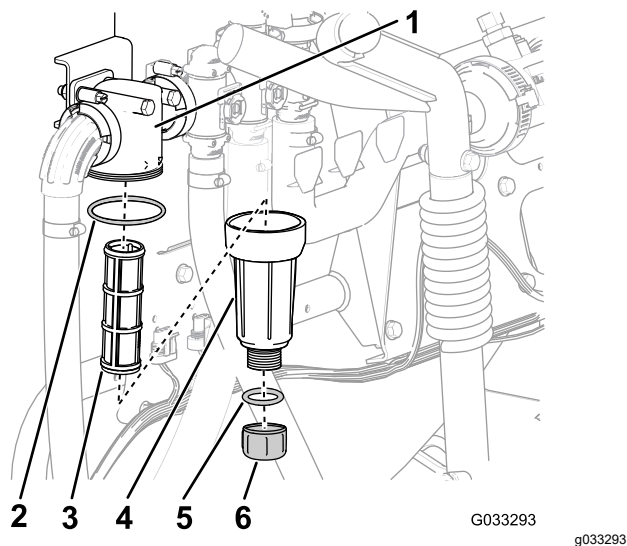

Figura 57
2. Alinhe um recipiente de escoamento debaixo do filtro de pressão (Figura 57).
3. Rode o tampão de drenagem no sentido contrário ao dos ponteiros do relógio e retire-o do recipiente do filtro de pressão (Figura 57).
4. Rode o recipiente no sentido contrário ao dos ponteiros do relógio e retire a cabeça do filtro (Figura 57).
5. Retire o elemento do filtro de pressão antigo (Figura 57).
6. Verifique o anel de retenção do tampão de drenagem (localizado no interior do recipiente) e o anel de retenção do recipiente (localizado no interior da cabeça do filtro) e veja se há danos e desgaste (Figura 57).
7. Instale o novo elemento do filtro de pressão na cabeça do filtro (Figura 57).
8. Instale o recipiente na cabeça do filtro apertando à mão (Figura 57).
9. Instale a tampa no depósito e aperte manualmente (Figura 57).